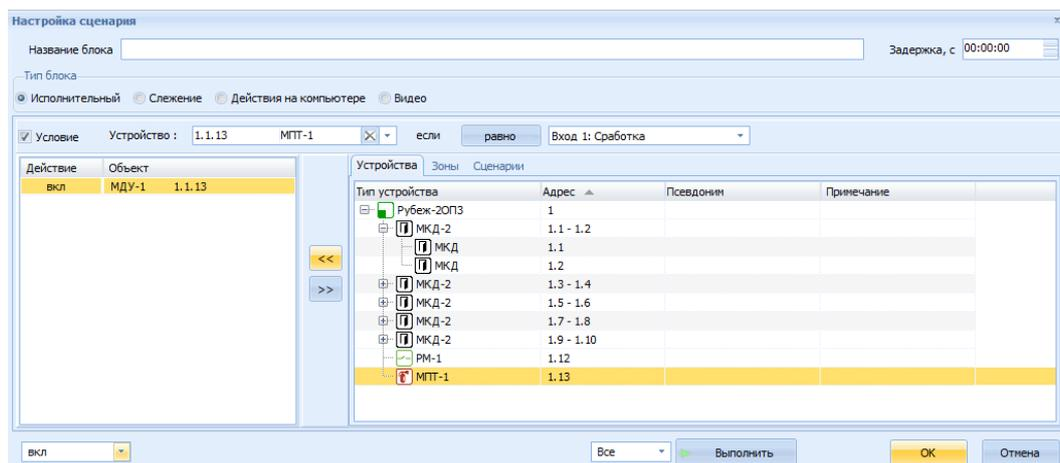

Рисунок 7.36 Окно «Настройка сценария», дополнительное условие в исполнительном блоке
- 4) в окне «Настройка сценария» поставить галочку в поле **Условие** и выбрать МПТ-1 в поле **Устройство** (Рисунок 7.36),